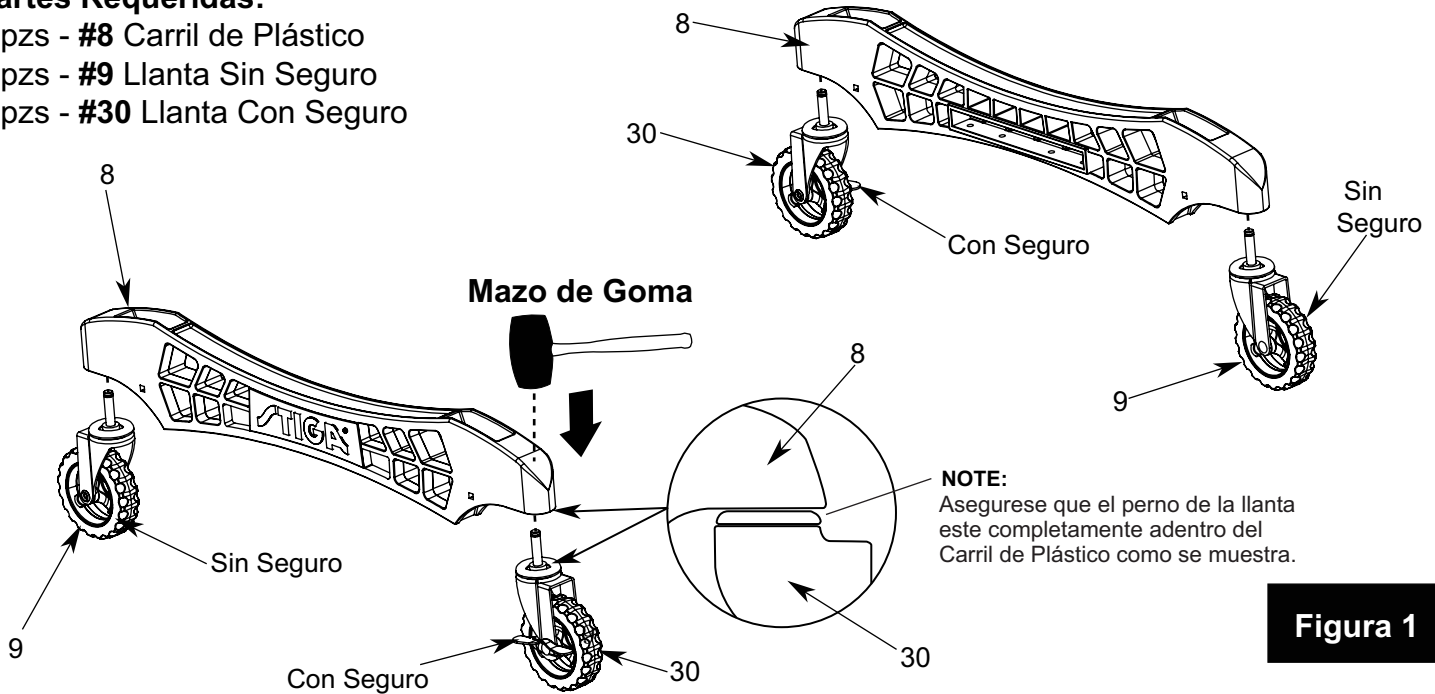

Figura 1
1. Inserte una Llanta **con** Seguro (#30) dentro del Carril como se muestra en la **FIGURA 1**. En el otro extremo del Carril inserte una Llanta **sin** Seguro (#9). Asegúrese que cada carril tenga una llanta con seguro y una llanta sin seguro.